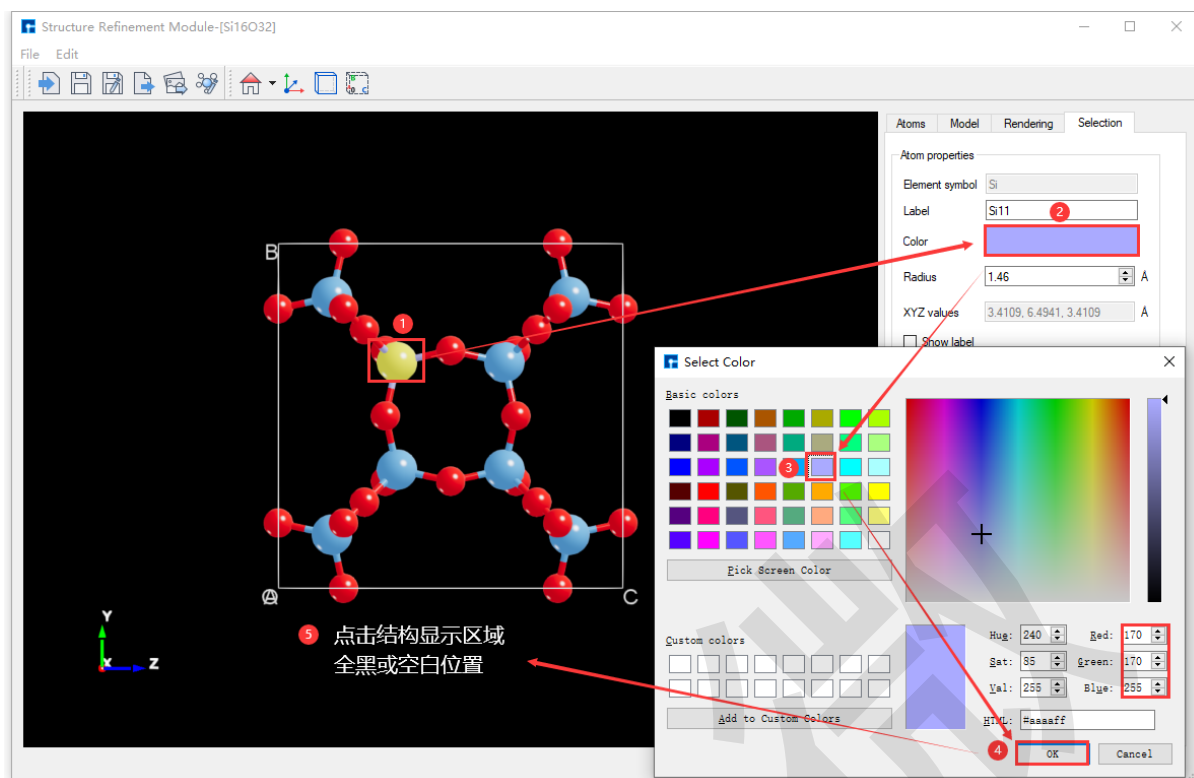
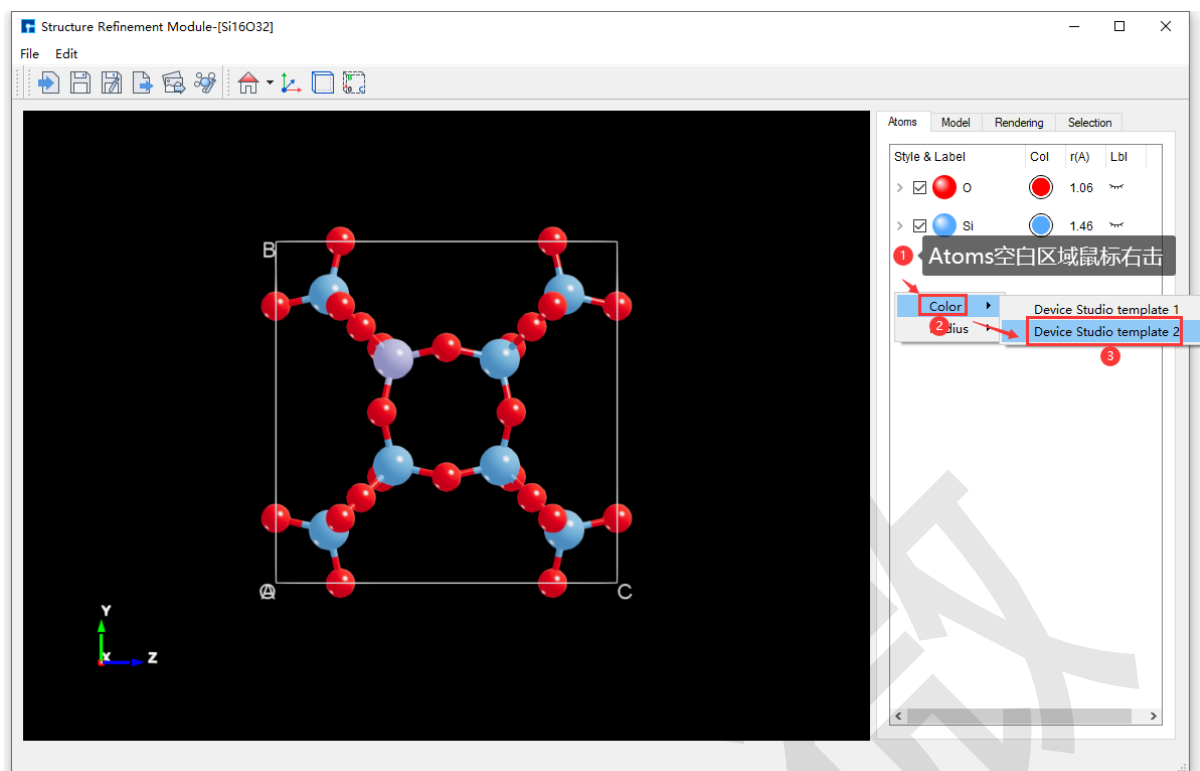

图 7.32: 选中原子: 将 Si16O32 晶体结构中 Si11 原子的颜色修改为 RGB 值为 [170 170 255] 操作界面
图 7.33: 修改 Si16O32 晶体结构中所有元素的颜色操作界面
2. 方式二：鼠标点击选中 Si11 原子，如图 7.32 所示为将 Si16O32 晶体结构中 Si11 原子的颜色修改为 RGB 值为 [170 170 255] 操作界面。
Si16O32 晶体结构中含 Si 和 O 2 种元素, 在 图 7.32 基础上修改 Si16O32 晶体结构中所有元素的颜色 (可认为切换为 Device Studio template 2 模板的颜色) 的操作界面如 图 7.33 所示, 修改完成后的界面如 图 7.34 所示。